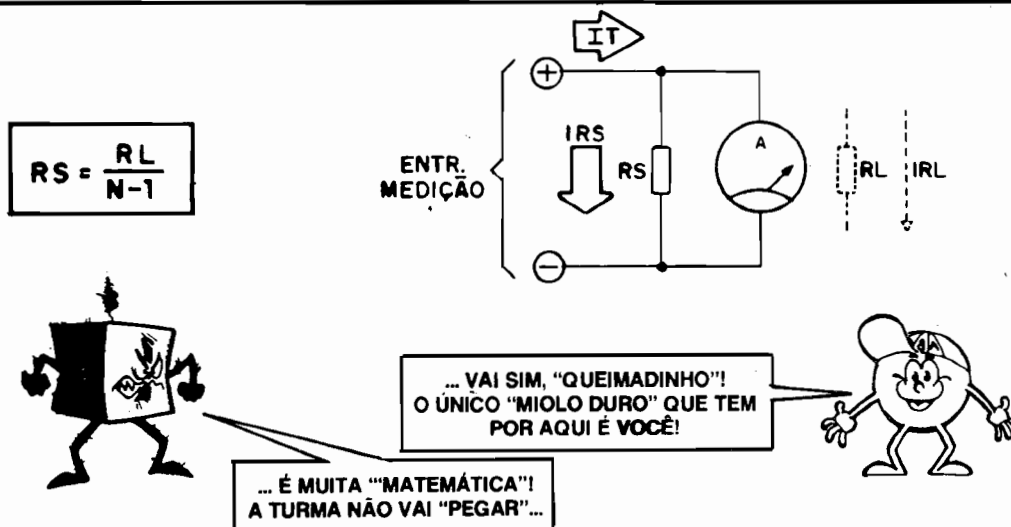

Fig.10
- FIG. 10 - Já descobrimos como é fácil se "fazer" voltímetros a la **carte**, a partir de um galvanômetro de baixo alcance... Mas tem outro "truque" de ampliação de alcance, no próprio parâmetro básico de medição do instrumento, ou seja: podemos ampliar o **alcance** de modo que um instrumento original de 1 mA - por exemplo - possa confortavelmente (sem risco de ser "torrado" por sobrecarga...) "ler" Correntes de até 10 mA, 100mA, 1A, ou mais! Na adaptação como voltímetro, usamos o "truque" de "sериar" um resistor, de valor calculado para limitar a Corrente total ao parâmetro máximo determinado pelo alcance do galvanômetro... Agora o problema é diferente: temos que **permitir** a